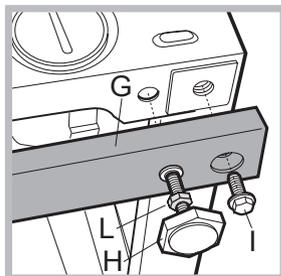

Fig. 11
- Si vous souhaitez l'amener à une hauteur supérieure à celle qui est indiquée plus haut, c'est à dire jusqu'à 870 mm, utilisez les accessoires suivants : les 2 traverses (G); les 4 pieds (H); les 4 vis (I); les 4 écrous (L) puis procédez comme suit (fig. 11):